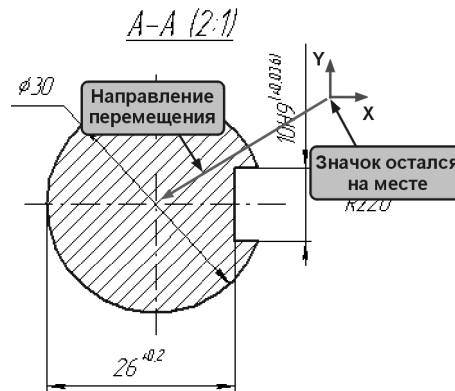

Рис. 16.22. Изменение положения объектов
3. Щелкните левой кнопкой мыши по любому из выделенных объектов (например, по штриховке). Не отпуская кнопку, перетащите объекты немного левее и ниже их исходного положения (рис. 16.22).